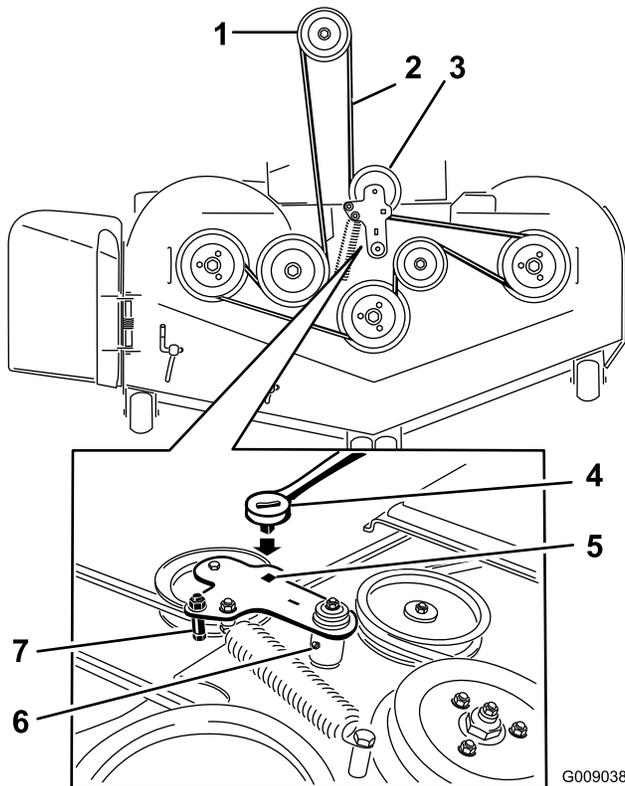

Figure 78
5. Insérez un rochet dans le trou carré du bras de renvoi pour détendre le ressort de la poulie de tension (Figure 78).
7. Enlevez le guide de courroie situé sur le bras de renvoi rappelé par ressort ; voir Figure 78.
9. Acheminez la courroie neuve autour des poulies du plateau de coupe et de la poulie d'embrayage, sous le moteur (Figure 78).
10. Montez le guide de courroie sur le bras de renvoi ; voir Figure 78.
11. Insérez le rochet dans le trou carré et montez le ressort de la poulie de tension (Figure 78).